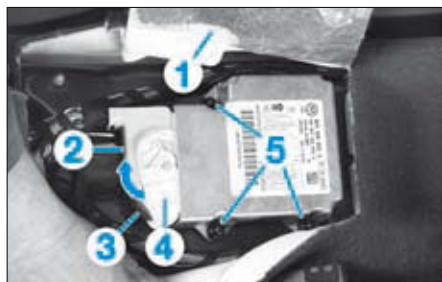

FIG. 17
- Rabattre le revêtement (1) de plancher au-dessus du calculateur d'airbag (Fig.17).